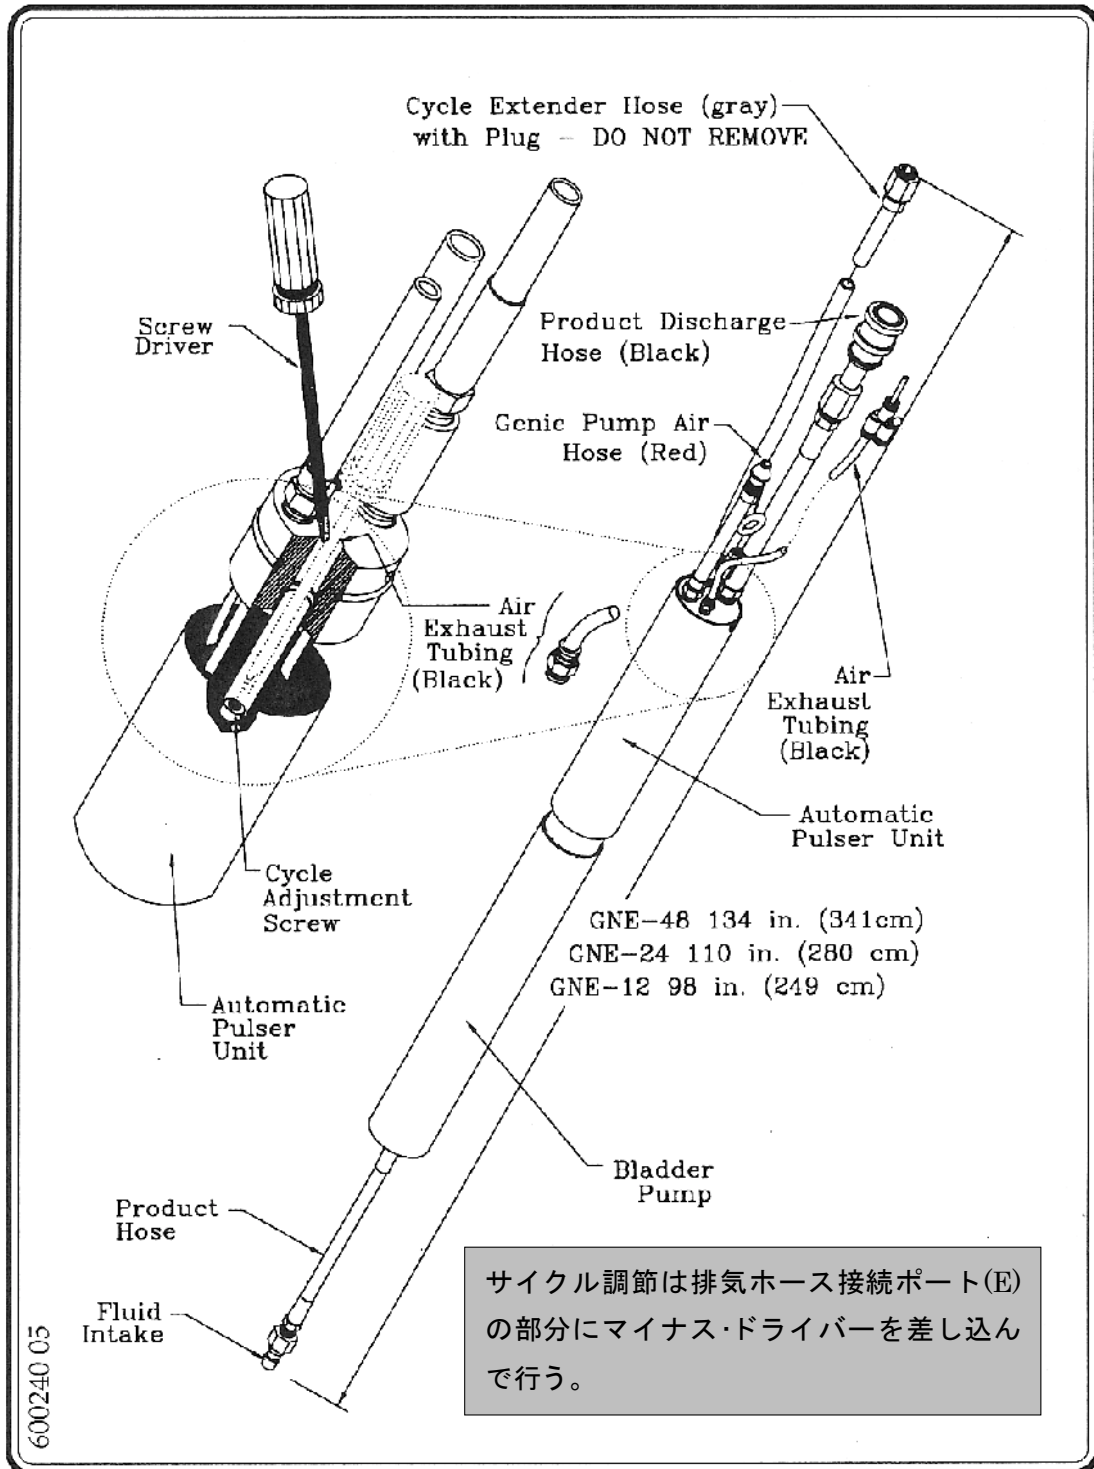

Figure 2- Genie Controllerless Pump
タイマーの調節は、細いマイナスのドライバーをパルサー・ユニットの頭に差し込み内部のサイクル調節ネジを回して行う。(次頁、図 2 を参照)。ネジを右に回すとサイクル時間は増加し、左に回すと減少する。ジニー・ポンプの出荷時、サイクル・タイムは **80psi** の空気圧を掛けたとき **30** 秒に一度動作するように工場でプリセットされている。即ち、加圧と排気を **30** 秒間に一度行う。また加圧時間はサイクル・タイム全体の **30** から **35** パーセント、排気時間は **70** から **65** パーセントの比率となっている。ポンプが必要以上にサイクルするとエヤーが浪費され、ブラダーの寿命は短くなる。ブラダーは、通常約 **300** 万サイクルくらいの寿命である。
2. ゆっくりまたは早く調節する： 小さなマイナスドライバーをパルス装置の排気孔の中に差し込み、調節ネジの頭にセットする。サイクル・レイトをスロー・ダウン(ポンプ・レイトを減少)させるには、ネジを時計方向に回す。サイクル・レイトをスピードアップ(ポンプ・レイトを増加)させるには、ネジを反時計方向に回す。(ページ 3 の図 2 を参照)